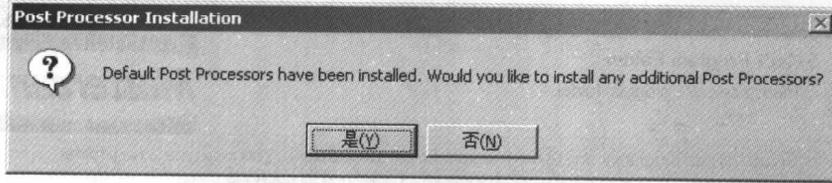

图 1-10 提示对话框
10. 安装完成后, 系统显示一个提示对话框, 如图 1-10 所示。提示是否安装其他的后置处理器, 如果是的话, 单击该对话框中的【Yes】按钮, 然后按前面类似的安装步骤进行安装, 直至后置处理器安装完毕。